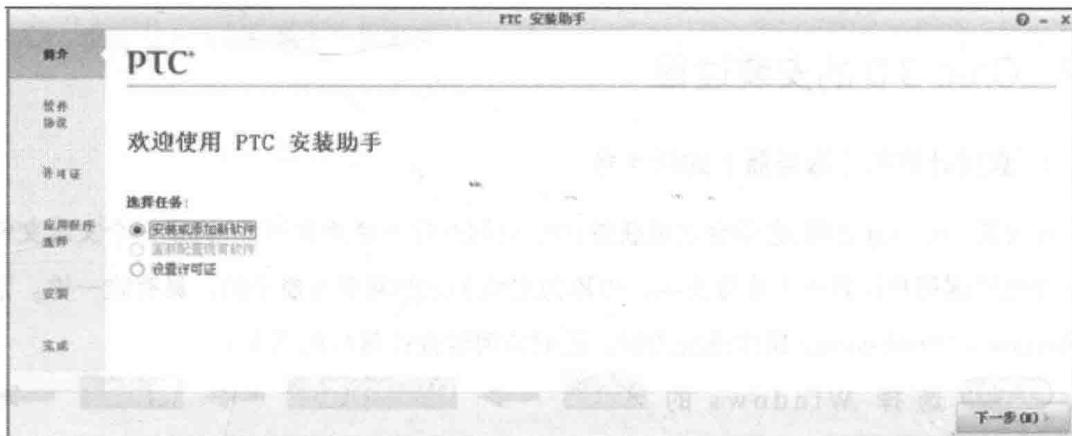

图 1.2.2 系统安装简介
**步骤 02** Creo 3.0 软件有一张安装光盘，先将安装光盘放入光驱内（如果已将系统安装文件复制到硬盘上，可双击系统安装目录下的 **setup.exe** 文件），等待片刻后，会出现图 1.2.2 所示的系统安装提示。